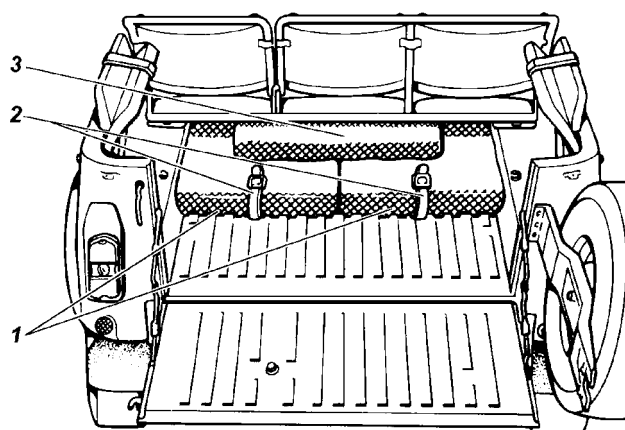

Рис. 15.13. Укладка пакетов тента:
5. Уложите пакеты тента (рис. 15.13) под заднее сиде-